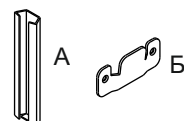

Рис. 8
- ⇨ состыковать секции между собой с требуемым взаимным расположением секций относительно друг друга и проверить наличие и направление кронштейнов и зацепов соединительных. Со стороны расположения боковины должны быть установлены зацепы А (Рис. 8), со сторон стыковки секций должны быть установлены кронштейны Б (Рис. 8)